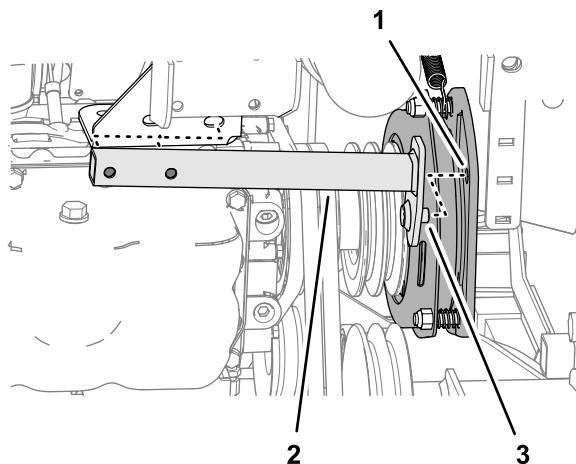

Figura 92
7. Spostate il tubo antirotazione indietro e rimuovetelo dalla macchina (Figura 92).
- Allineate il perno del tubo antirotazione con il foro nella piastra della frizione della PDF; fate riferimento alla Figura 92 in Rimozione delle cinghie della PDF \(pagina 70\).